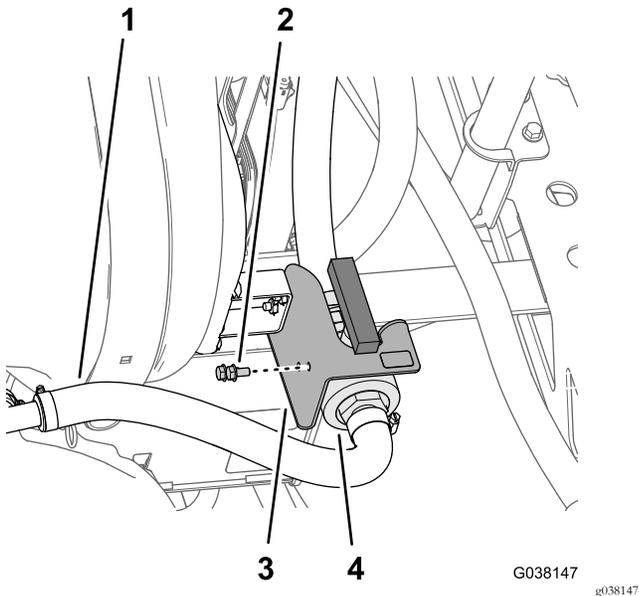

Bild 21
- 1. Entfernen Sie die zwei Bundkopfschrauben (5/16" x 5/8"), mit denen das Rührwerkdrosselventil an der Drosselventilhalterung befestigt ist (Bild 21).